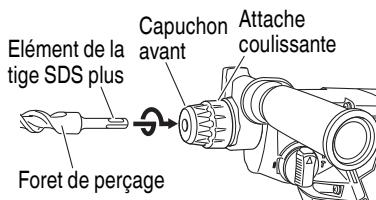

Fig. 7
### 3. Montage du foret de perçage (Fig. 7, 8)
- (1) Nettoyer la section de la queue du foret de perçage.
- (2) Insérer le foret de perçage en le tournant dans le porte-outil jusqu'à ce qu'il se verrouille en position. (Fig. 7)